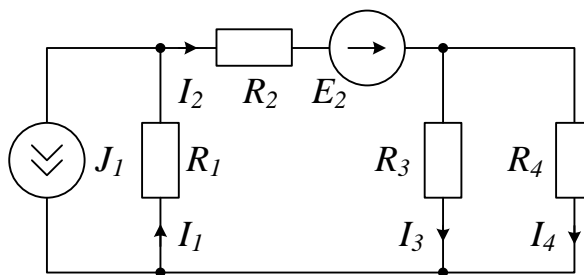

Рис. 1.15
*Пример 1.6.* Методом наложения рассчитать токи в цепи, схема которой представлена на рис.1.15. Параметры цепи:  $J_1 = 2$  А,  $E_2 = 48$  В,  $R_1 = 6$  Ом,  $R_2 = 14$  Ом,  $R_3 = 20$  Ом,  $R_4 = 5$  Ом.